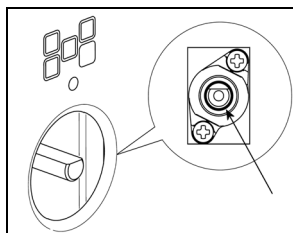

fig.10
- 3) A l'aide d'un petit tournevis, agir sur la vis d'étranglement située dans la traverse de la manette (fig. 10) or sur le corps du robinet (fig.11) jusqu'à ce que la flamme du brûleur soit bien réglée sur le MINIMUM.